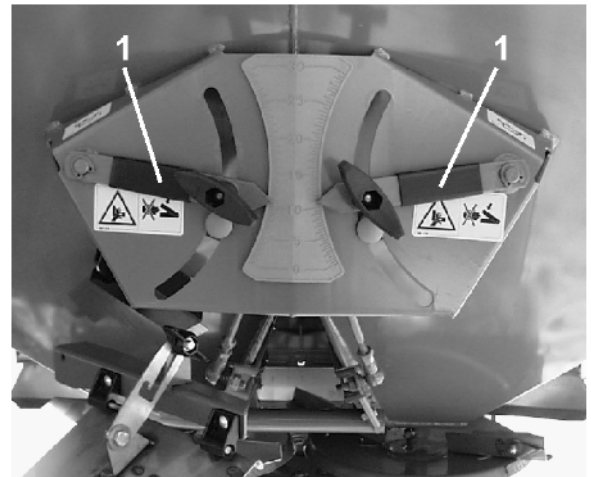

Bild 102
- o kanten (Bild 102/1) på spjället precis skära utloppsöppningens nedre hörn (Bild 102/2).